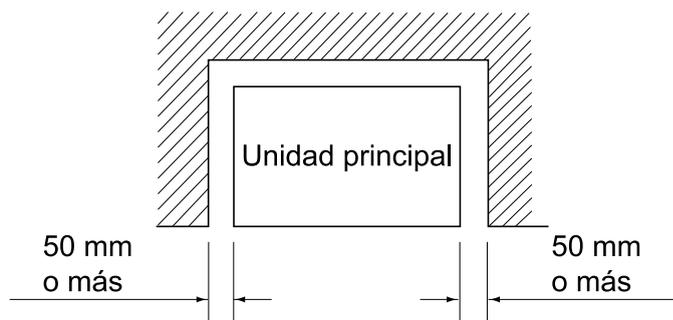

Fig. 2
(1) Elija un sitio de instalación que reúna las siguientes condiciones y que el cliente apruebe.
- Donde no haya nada que obstruya la entrada y salida de aire y donde haya suficiente espacio para el mantenimiento y el servicio. **(Consulte la Fig.2)**